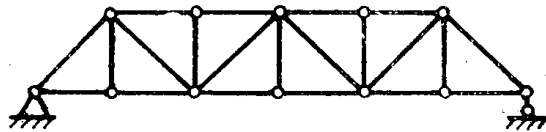

图1-6
是各杆可绕销钉轴转动。实际桁架简后化的计算简图如图1-6所示。
4. 桁架 (图1-6)；